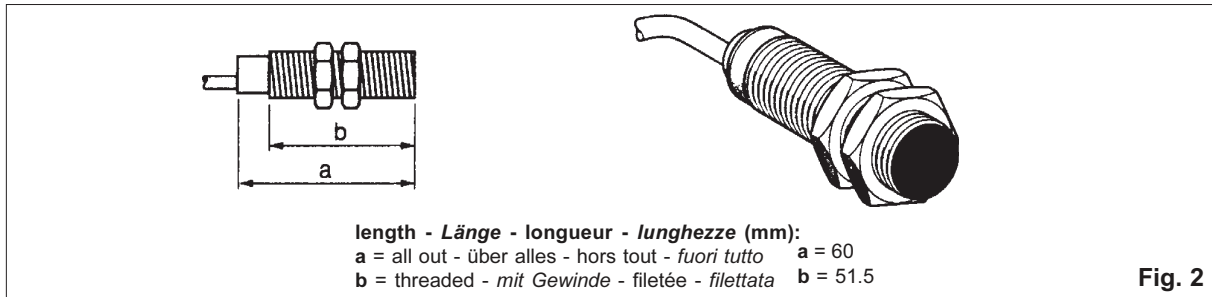

Fig. 2
I due finecorsa induttivi, (XS1), vedi Fig. 2, devono essere fissati ai due lati della piastra (B) a una distanza minima dalla leva di 0,8 mm.